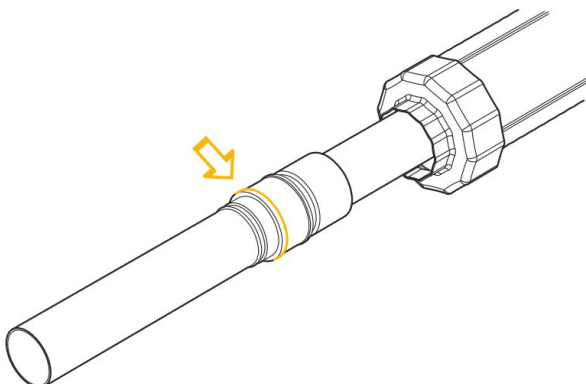

Рис. 5.7.12
10. После запрессовки визуально убедиться, что между буртом втулки пресс-фитинга и торцом гильзы подвижной нет зазоров (рис. 5.7.12).